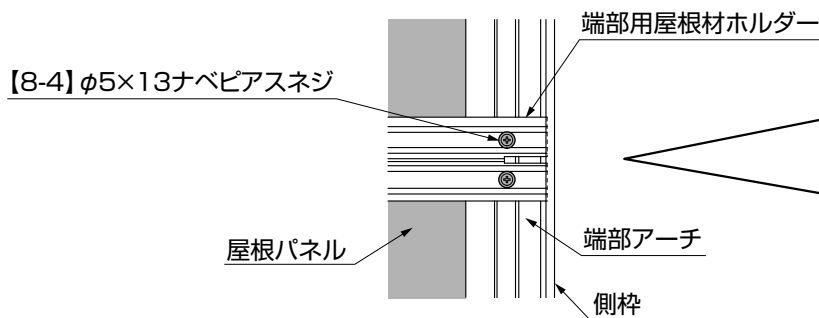

図6-4
- ① 屋根材ホルダーは両端の母屋の真上の位置に【8-5】で取付けてください。
- ② 端部アーチカバー側のネジだけを固定して、反対側は次の屋根パネルとアーチカバーを取付けた後で固定してください。(図6-4参照)